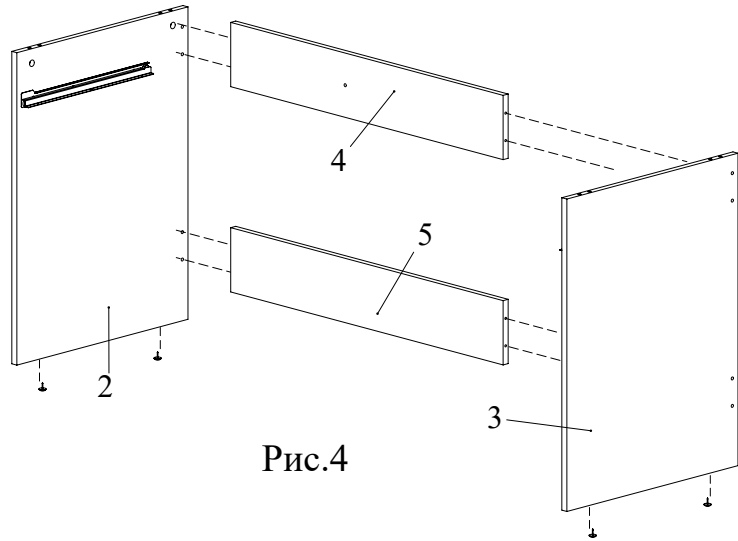
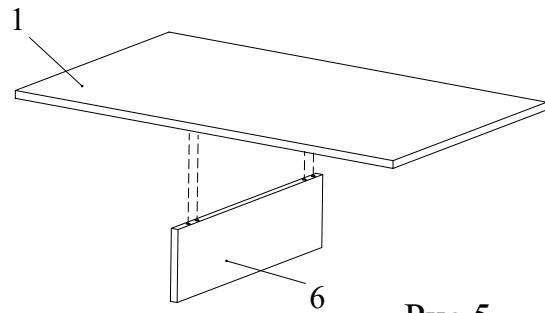
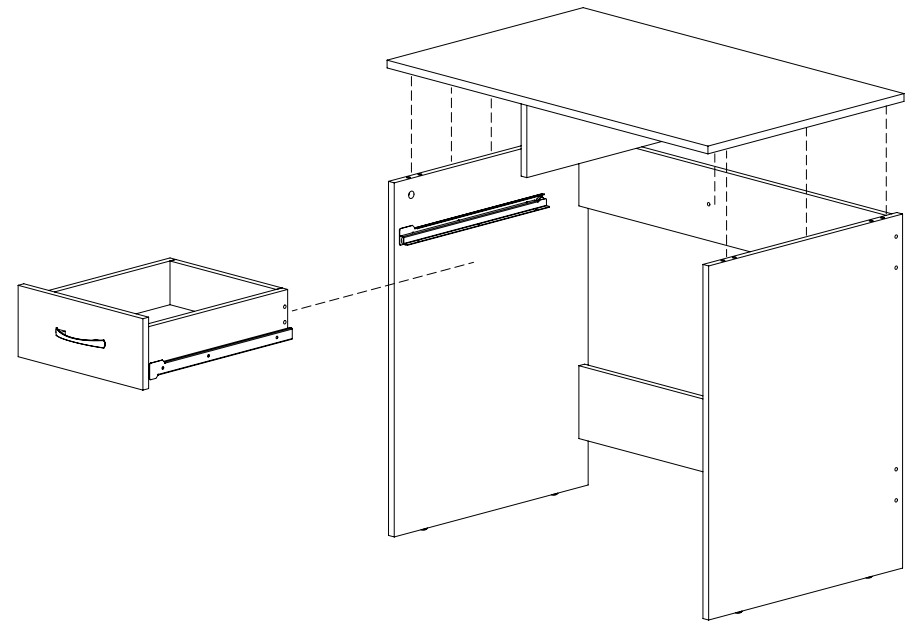

Рис.4
Рис.5
Рис.7
5. Скрепить конфирматами 7x50 боковину 2, 3 с царгами 4, 5. Вбить подпятники в боковины 2, 3 (Рис. 4).
7. Соедините столешницу 1 и боковину 6, затянув головки минификсов (Рис. 5).
8. Соедините сборку из (Рис.4) со сборкой из (Рис. 5) и вставьте ящик (Рис. 7).